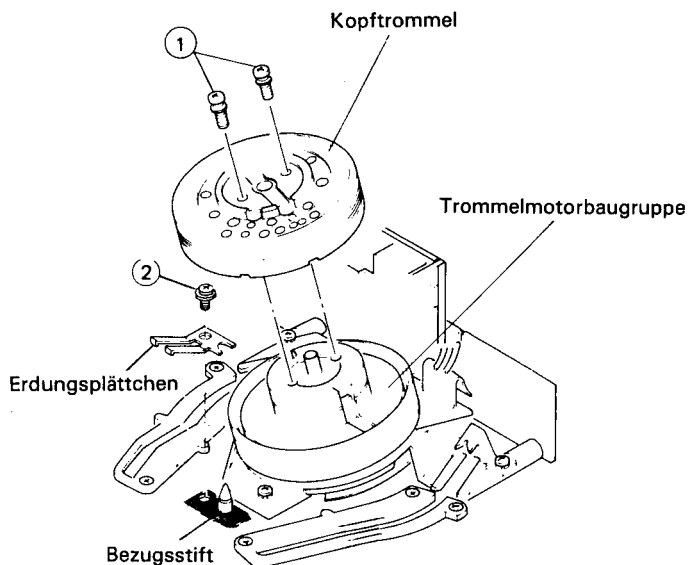

Abb. 1-5-1 Austausch der Kopftrommel
- 2) Die Schraube (2) herausnehmen und das Erdungsplättchen wie in Abb. 1.5.1 gezeigt herausnehmen.